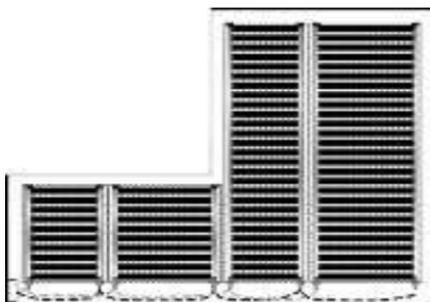

abb. 1
- Abbildung 1 zeigt, wie die Verlegung und Verbindung der Folien erfolgen soll. Die verschiedenen Breiten können beliebig kombiniert werden, um die Fläche bestmöglich abzudecken.